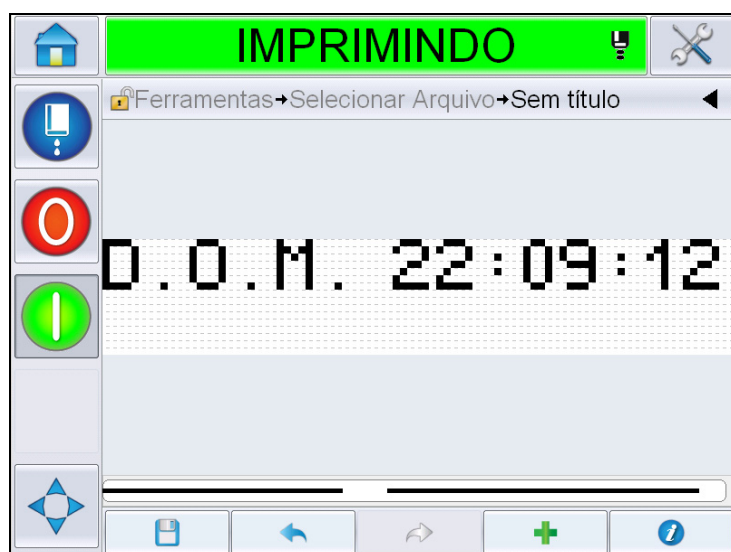

Figura 5-29: Página Mensagem
A mensagem com o formato selecionado é exibida na página *Mensagem* (Figura 5-29). Prossiga para a Etapa 18 na Página 5-42 para salvar a mensagem ou vá para a próxima etapa para adicionar outro campo.
- 12 A mensagem com o formato selecionado é exibida na página *Mensagem* (Figura 5-29). Prossiga para a Etapa 18 na Página 5-42 para salvar a mensagem ou vá para a próxima etapa para adicionar outro campo.